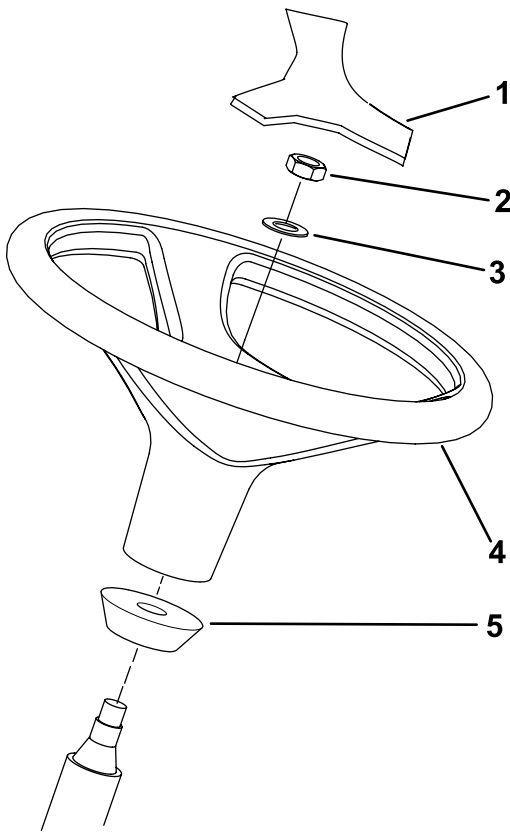

Bild 14
- 1. Nehmen Sie das Lenkrad von der Versandpalette ab (Bild 14).
Hinweis: Stellen Sie sicher, dass der Schaumkragen auf der Lenkwelle verbleibt (Bild 14).
- Ziehen Sie das Lenkrad und die Scheibe auf die Lenkwelle auf (Bild 14).
- Befestigen Sie die Abdeckung am Lenkrad (Bild 14).